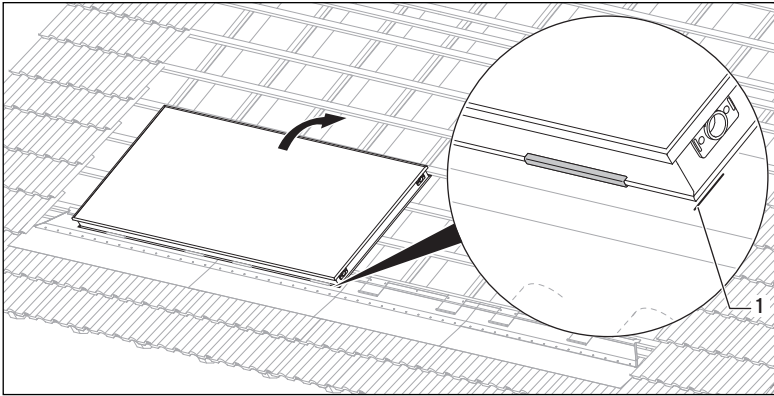

Abb. 5.12 Linken Kollektor einsetzen
- Schrauben Sie den Kollektor an jeder Seite mit jeweils 2 der mitgelieferten Halfter (→ **Tab. 5.1/5.3, Pos. 31**) und Schrauben Nr. 2 (→ **Tab. 5.2/5.4**) mittels Torx-Bit an den Dachlatten fest. Die gefaltete Seite (1) des Halfters muss dabei vom Kollektor weg zeigen.
- Achten Sie darauf, dass die abgeschrägte Seite (2) des Halfters über den Kollektorrand greift.
- Montieren Sie auf die vorgenannte Weise (→ **Abb. 5.12 bis 5.18**) die Kollektoren für die gesamte senkrechte Kollektorreihe.